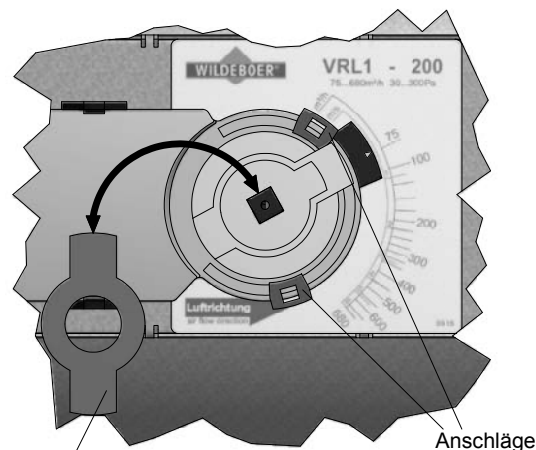

Abb. 11 Magnet auf Position der Getriebeausrastung
- Zur vereinfachten Überprüfung der geänderten Einstellungen kann das Getriebe mittels eines Magneten ausgerastet werden und der Antrieb von Hand verstellt werden. Die Getriebeausrastung besteht, solange der Magnet auf der mit dem Magnetsymbol gekennzeichneten Position verbleibt (Abb. 11).